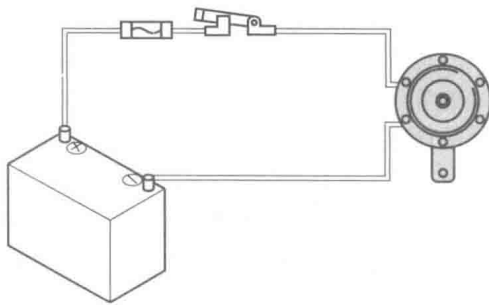

图 1-3 电路实物图
3. 电路中常用的保护元件是什么? 在图 1-3 中指出该元件。